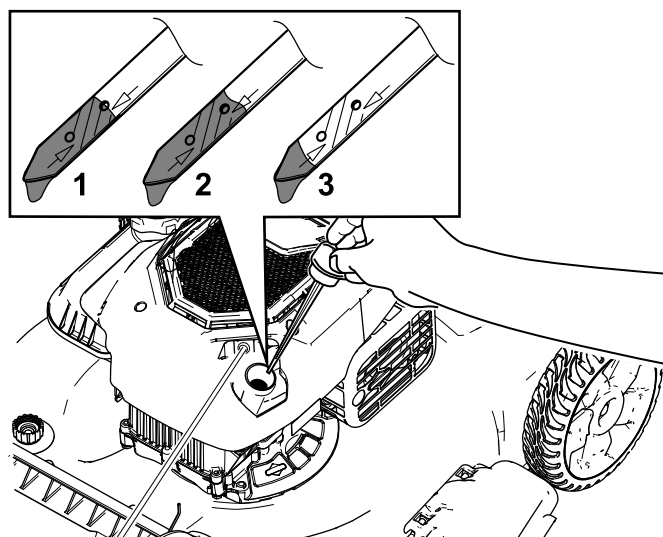

Figure 25
3. Tournez le bouchon dans le sens antihoraire et sortez la jauge (Figure 25).
10. Relevez le niveau d'huile indiqué sur la jauge (Figure 25).